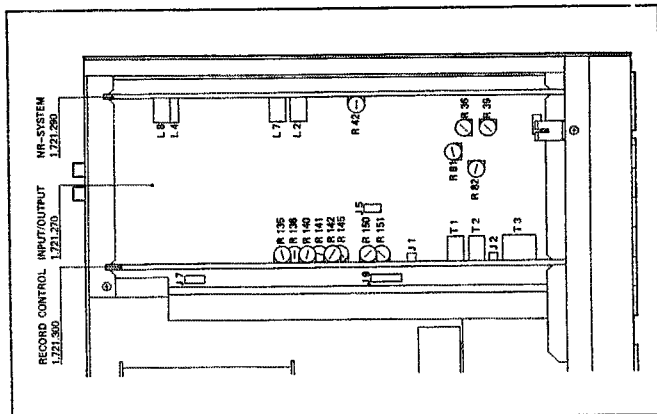

Fig. 5.1
- Induktivitäten L2 und L4, auf Platine NR-SYSTEM, auf minimale Spannung am Ausgang abgleichen. Dämpfung muss  $\geq 30 \text{ dB}$  betragen (Fig. 5.1)
- mit dem Trimpotentiometer R42 (auf der Platine NR-SYSTEM) Ausgangspegel des rechten Kanals auf den Wert des linken Kanals einstellen (Fig. 5.1)